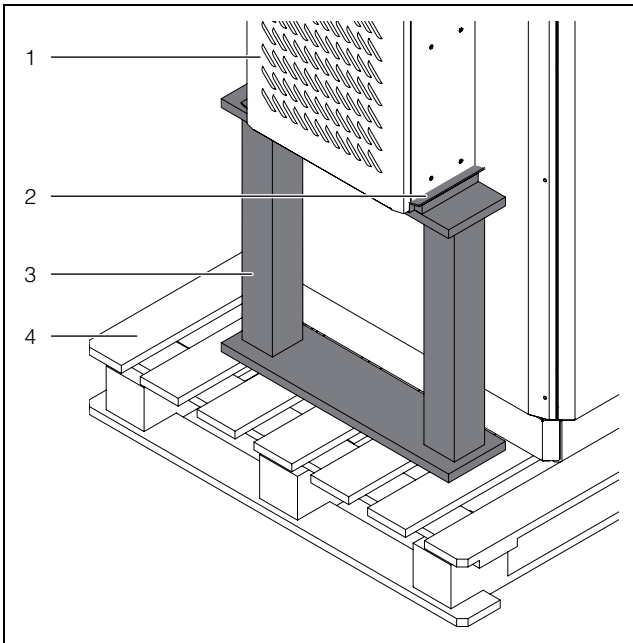
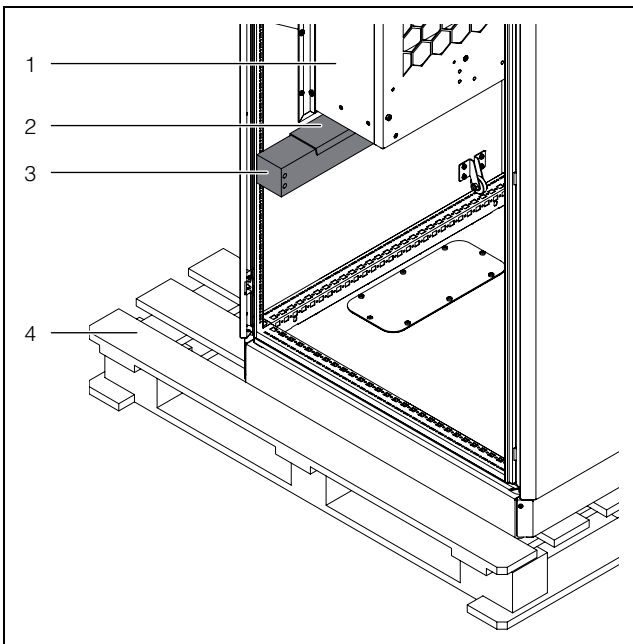

Bild 4: Transportsäkringar utvändigt
Bild 5: Transportsäkringar invändigt
- Använd transportskydd vid transport av aggregat som redan är monterade på apparatskåpet (t.ex. en konstruktion av träkilar eller brädor – bild 4 och bild 5). Dessa skydd stöttar kylaggregatet och förhindrar på så sätt att aggregatet faller vid stötar. För att förhindra lackskador bör t.ex. en bubbelfolie läggas mellan kanträna och kylaggregatet.